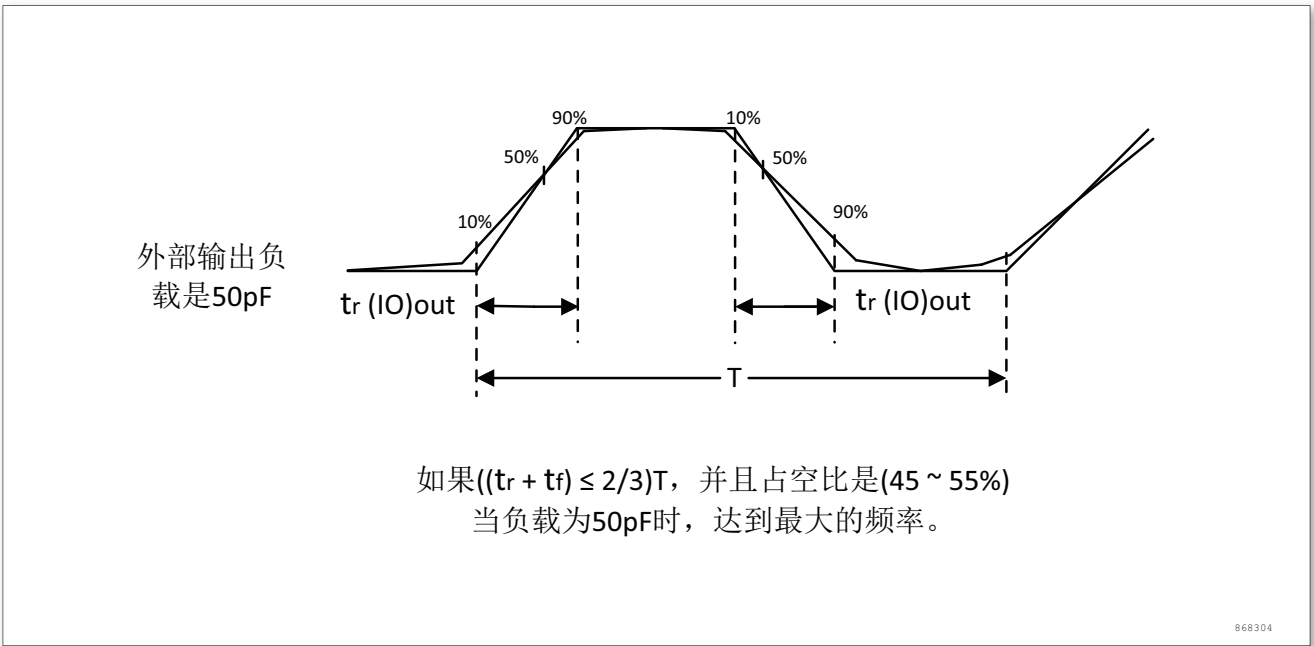

图 12. 输入输出交流特性定义
输入输出交流特性的定义和数值分别在图 12和表 35给出。
2. 最大频率在图 12中定义。